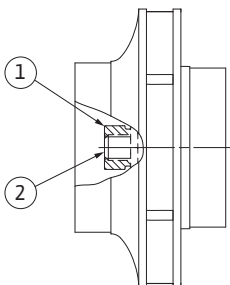

Fig. 50: Korrekte Lage der Laufradmutter nach der Montage
29. Welle festhalten (siehe Handlungsschritt 24) und die Laufradmutter mit dem vorgeschriebenen Anzugsmoment (siehe Tab. 2 „Schraubenanzugsmomente“) festziehen. Die Mutter (Fig. 50, Pos. 1) muss ungefähr  $\pm 0,5$  mm mit dem Wellenende (Fig. 50, Pos. 2) bündig sein. Sollte dies nicht der Fall sein, die Mutter lösen und Handlungsschritte 25 bis 29 wiederholen.